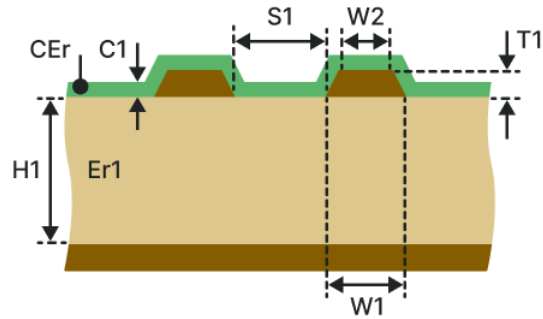

Рис. 142 Дифференциальная микрополосковая ЛП с маской (ДММ-1Н)
- Дифференциальная микрополосковая ЛП с маской (ДММ-1Н), см. Рис. 142.